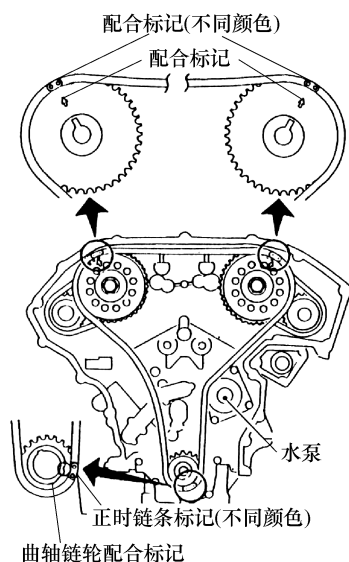

图 3-119 安装正时链条
10) 将曲轴链轮的配合标记与图 3-119 中所示链条上的配合标记(金色)对准。